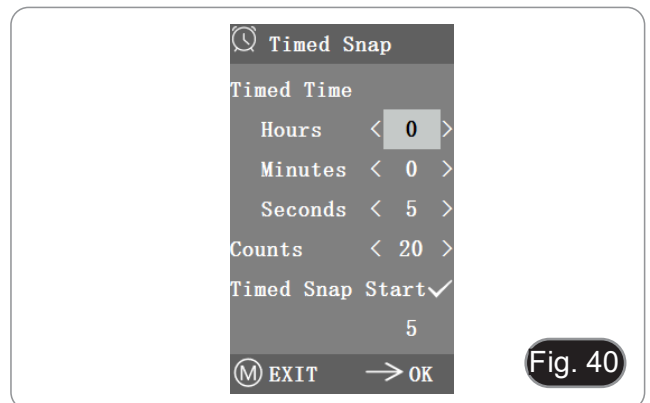

Fig. 40
2. À ce moment-là, le chiffre passe en dessous. C'est le nombre d'instantanés qui ont été pris avec succès jusqu'à présent. (Fig. 40)